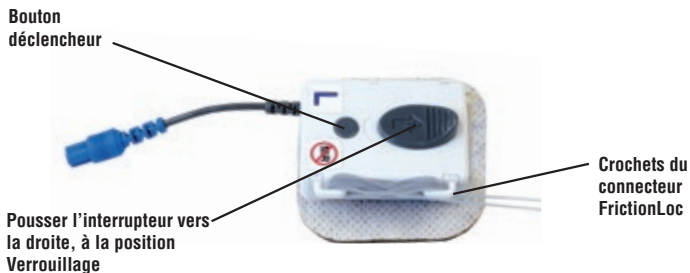

Figure 17 - Connecteur FrictionLoc
- Poussez l'interrupteur de VERROUILLAGE vers la droite, comme indiqué à la figure 17, jusqu'à entendre un clic.